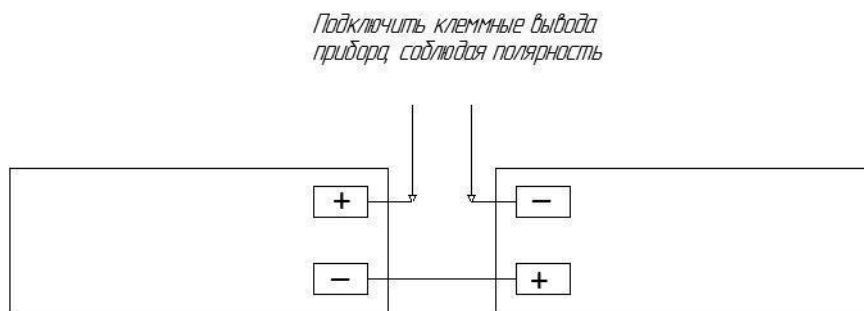

Рис. 2 Схема подключения АКБ
2.6. При отключении питания от сети переменного тока прибор автоматически переходит на питание от резервных аккумуляторов (**эксплуатация прибора без подключенных аккумуляторных батарей запрещена**). Схема включения АКБ приведена на рис. 2.